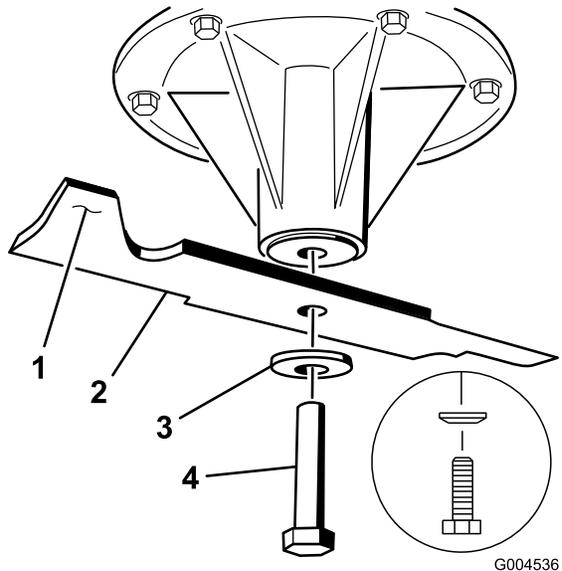

図 71
2. スピンドルシャフトにブレードを取り付ける 図 71。
3. 湾曲ワッシャとブレードボルトを取り付ける 図 71。
**注** 湾曲ワッシャは、円錐先端側をボルトの頭に向けて取り付ける 図 71。